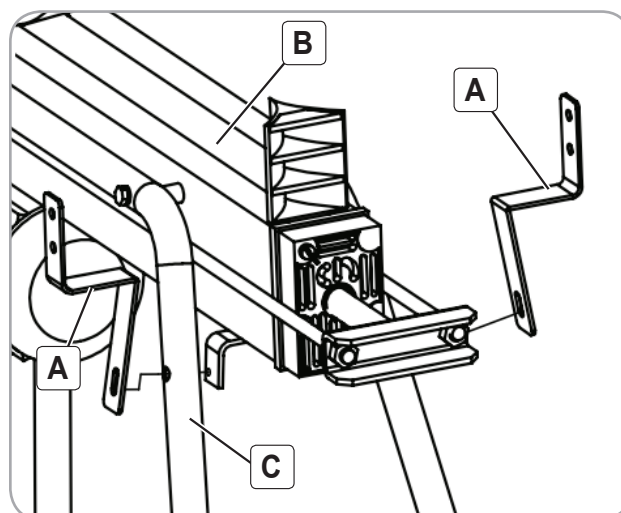

Fig.15
Montați bridele de fixare protecții (A) cu Corpul utilajului (B) prin găurile din Picioarele de susținere (C) cu ajutorul kit-ului de șuruburi, conform Fig.15.